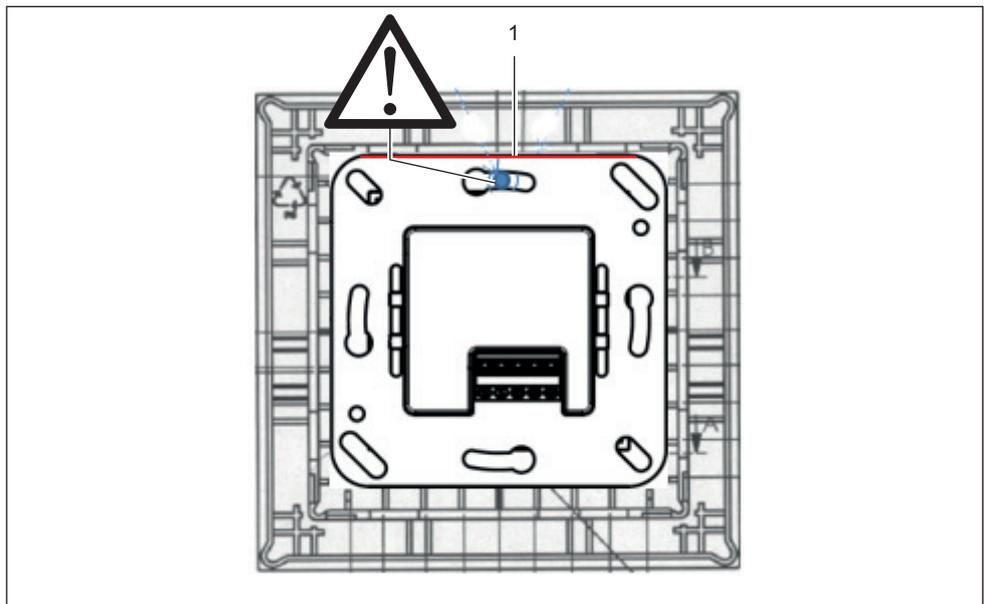

Abb. 4: Leser WRU 220 in Blindmodul einlegen
3. Leser OBEN BÜNDIG in das Blindmodul einlegen (Abb. 4/1).